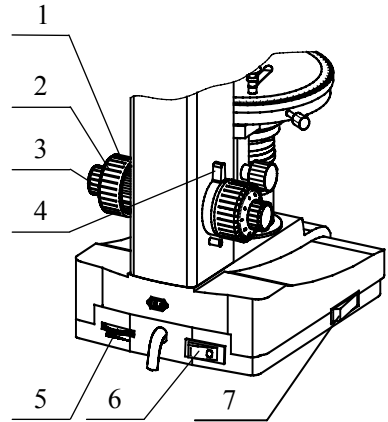

图 4
- 2) 打开电源开关，选择照明方式并使其处于工作状态，参照图 4。如果灯不亮，请检查亮度控制是否处于过低的位置。
- 1) **视度调节** 通过位于左目镜筒上的视度调节环，可以修正不同使用者双眼视度的个体差异，见图 4。利用 40X 的物镜，单独用右眼观察样本，调焦至成像清晰。然后用左眼观察，慢慢调节视度调节环使左眼也能观察到清晰的像